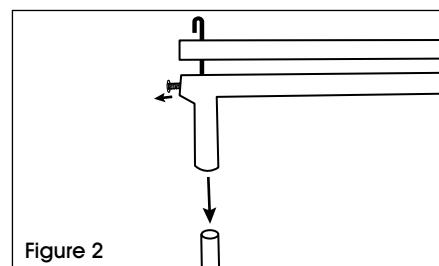

Figure 2
2. Loosen outside screws on feed clamp (C), and slide feed clamp into top leg assembly tubes (A and B). Tighten screws to secure. (See Figure 2)
2. Desserrez les vis situées à l'extérieur de la barre d'alimentation (C), et glissez la barre d'alimentation dans les tubes supérieurs des assemblages de pattes (A et B). Serrez les vis pour la fixer. (Voir Figure 2)